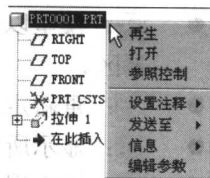

图 1-15 显示快捷菜单
- 右键: 选中对象(如工作区、模型树中的对象、模型中的图素等),单击右键,显示相应的快捷菜单,如图 1-15 所示。